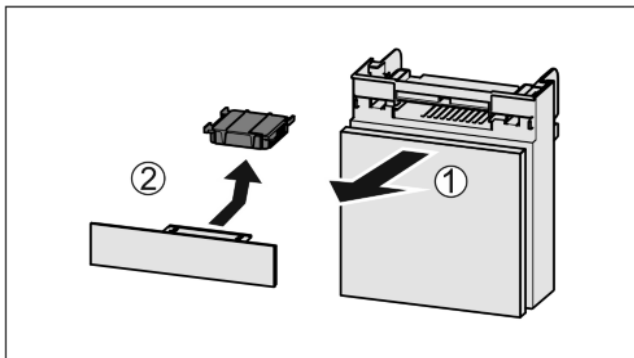

Fig. 33
- ▶ Потягніть Fig. 33 (1) відділення вперед.
- ▶ Витягнути Fig. 33 (2) фільтр з активованого вугілля.